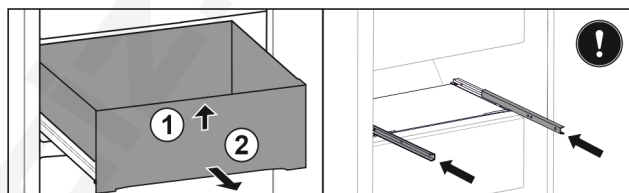

Fig. 36 *
- ▶ Emelje meg a fiók elejét Fig. 36 (1).*
- ▶ Vegye ki előre felé Fig. 36 (2).*